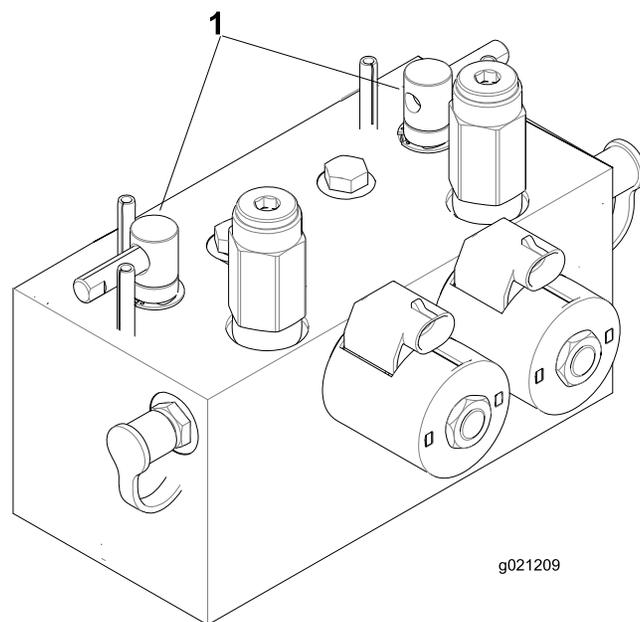

Figura 75
2. Desbloqueie e levante o banco para expor as alavancas de retificação (Figura 75).
5. Selecione as alavancas de retificação dianteiras, traseiras ou ambas para determinar quais as unidades a retificar (Figura 75).